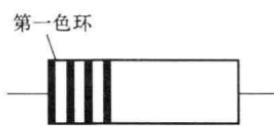

图1-5 色环电阻标值法
4) 色环电阻标值识别法。较小的碳膜电阻的阻值及误差一般用色环来表示，即在电阻的一端画有3道或4道色环，如图1-5所示。